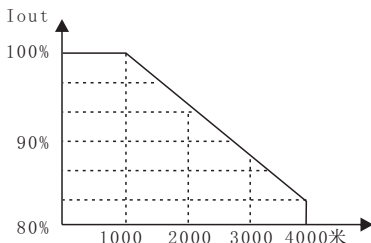

图1-4 伺服驱动器降额曲线图
- 在海拔高度超过1000米的地区，由于空气稀薄，伺服驱动器的散热效果会变差，此时需降额使用。一般的，每升高1000m需降额10%左右。降额曲线参见图1-4。